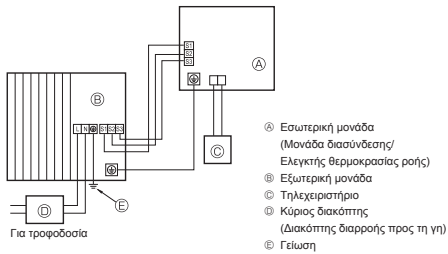
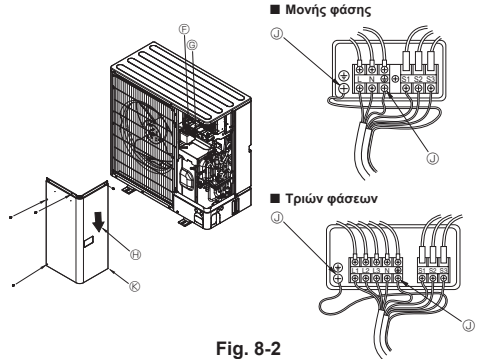

Fig. 8-1
Fig. 8-2
8.1. Εξωτερική μονάδα (Fig. 8-1, Fig. 8-2)
- 2 Συνδέστε τα καλώδια που αναφέρονται στην Fig. 8-1 και στην Fig. 8-2.